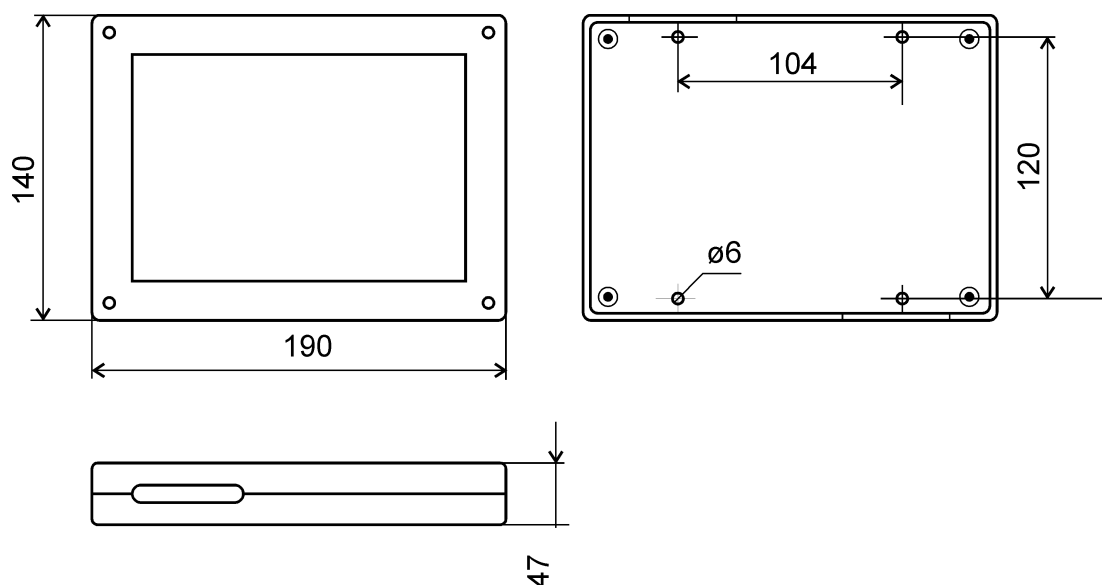

Рисунок 21.
«СФ-АР5008» поставляется в пластмассовом корпусе (рис.21). Корпус имеет съемную крышку, которая крепится с помощью четырех винтов. На задней стороне корпуса расположены 4 отверстия для крепления к стене. На торцах корпуса имеются монтажные отверстия.
2. В соответствии с шаблоном на рис.21 установите модуль на стене. Установка модуля должна производиться на капитальной стене или перекрытии в местах, защищенных от атмосферных осадков, механических повреждений и доступа посторонних лиц.